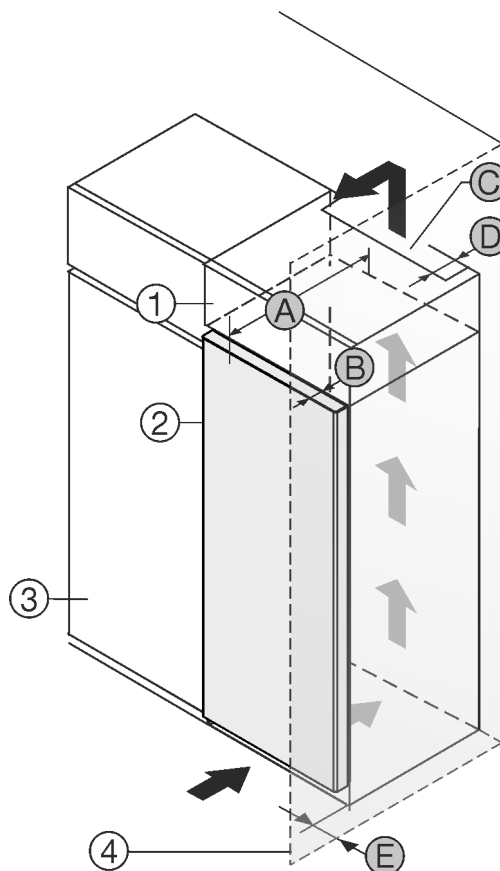

Fig. 1
- (1) Rehausse
- (2) Appareil
- (3) Placard de cuisine
- (4) Mur
- (A) Profondeur de l'appareil
- (B) Profondeur de porte
- (C) Section de ventilation
- (D) Distance du dos de l'appareil
- (E) Distance par rapport au côté de l'appareil
Vous pouvez placer le réfrigérateur directement à côté de l'armoire de cuisine Fig. 1 (3).
Une sortie d'air avec la profondeur Fig. 1 (D) doit être présente au dos de la rehausse sur toute sa largeur.
La section de ventilation Fig. 1 (C) sous plafond doit être respectée.
Si le réfrigérateur est installé avec les charnières près d'une paroi Fig. 1 (4), la distance entre le réfrigérateur et la paroi doit être d'au moins 13 mm.
Si le réfrigérateur est installé avec les charnières près d'une paroi Fig. 1 (4), la distance entre le réfrigérateur et la paroi doit être d'au moins 20 mm.
Pour pouvoir ouvrir complètement les portes, le réfrigérateur doit dépasser de la profondeur de la porte Fig. 1 (B) par rapport à la façade du placard. L'appareil peut déborder encore plus en fonction de la profondeur des placards Fig. 1 (3) et de l'utilisation de cales d'épaisseur.